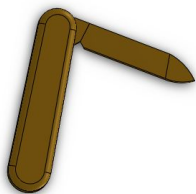
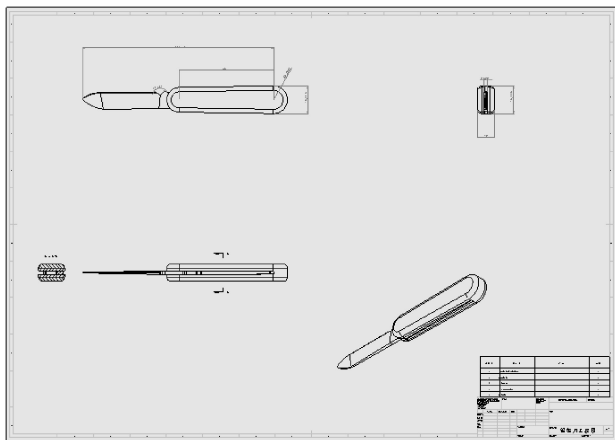

图 10-49 铅笔刀模型
图 10-50 铅笔刀装配工程图
下面通过一个铅笔刀装配体的工程图来详细介绍绘制工程图的一般方法和设计思路。铅笔刀装配体模型如图10-49所示,本节通过范例的操作,为铅笔刀设计完成装配工程图,其结果如图10-50所示。
(3) 这样，就得到最后完成的工程图，如图 10-50 所示。选择【文件】|【保存】菜单命令进行保存。